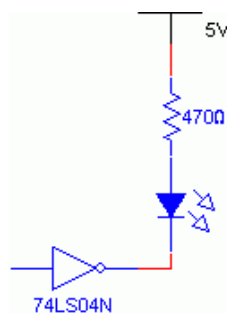
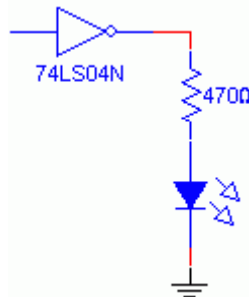

Figura 2 - Circuito apropriado para acender um LED.
Figura 3 - Circuito que não deve ser utilizado para acender um LED.
3 - No circuito da Figura 2, considere que a entrada da porta inversora (pode usar qualquer uma do CI 7404, consulte antes o seu *pinout*) é ligada a um interruptor do Digital Lab. Naturalmente, deverá efetuar também as ligações da fonte de +5 V tanto ao Vcc do CI como a um dos terminais na resistência, como mostra a figura, e ligar o GND da fonte ao pino de massa do CI.
4 - A Figura 3 apresenta um circuito alternativo que **não deve ser montado**.
- Tendo em consideração que um LED não acende se a corrente for muito baixa, se no circuito da Figura 3 a resistência fosse de 15 kΩ, haveria algum problema com o funcionamento da montagem, tendo em conta o propósito de acender o LED?
Como pode constatar, com exceção de alguns componentes adicionais para proteção do circuito, este corresponde exatamente ao circuito apresentado na Figura 2, e não ao circuito da Figura 3, pelos motivos expostos anteriormente.
- d) Para o circuito da Figura 2, tendo em consideração a corrente drenada pelo ramo do LED (I_{LED}), determine, com base na lei dos nós de Kirchhoff, quantas entradas 74LS poderiam ser ligadas adicionalmente à saída da porta inversora 74LS sem ultrapassar os limites especificados pelo fabricante.